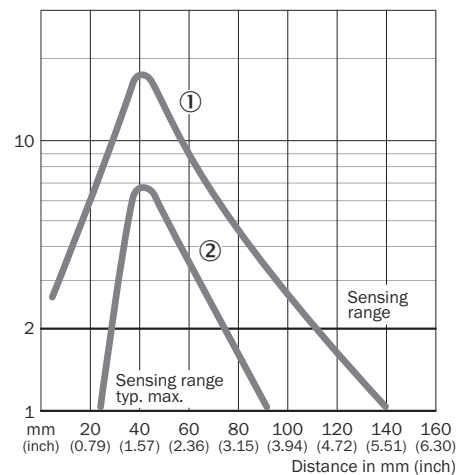

Abbildung 3: VTF180-2 axiale Bauform
Einsatzbedingungen prüfen: Distanz zwischen Sensor und Hintergrund, minimale Objekthöhe sowie Remissionsvermögen von Hintergrund und Objekt mit dem zugehörigen Diagramm (siehe Abbildung 3, Seite 10) abgleichen (x = Schaltabstand, y = minimale Objekthöhe. Remissionsgrad: 18% = grau ②, 90% = weiß ① (bezogen auf Standardweiß nach DIN 5033).